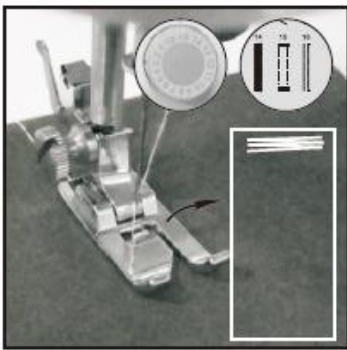

Bild 15
- 2) Starta maskinen och sy 5-6 stygn i låg hastighet och stoppa sedan maskinen (bild 15).